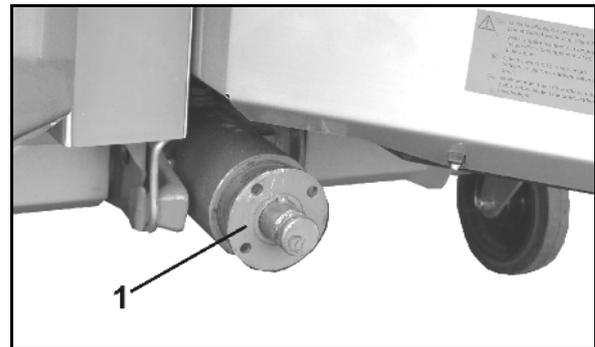

Fig. 37
1. Démontez le flasque de l'arbre d'entrée (Fig. 37/1) à l'aide d'un extracteur approprié.
4. Dévissez la vis d'arrêt (Fig. 37/6).
Veillez à ce que la clavette (Fig. 37/5) soit entièrement couverte !